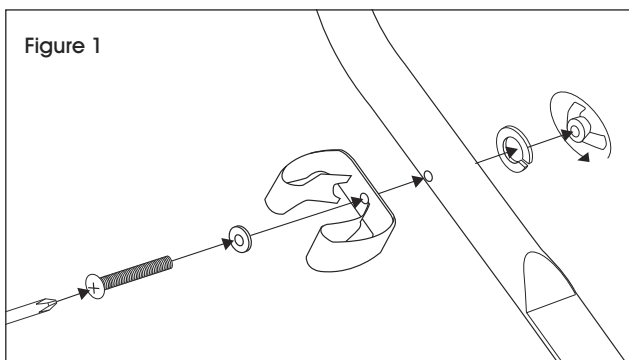

Figure 1
1. Installez le montant pour torche électrique sur le manche comme illustré. (Voir Figure 1)